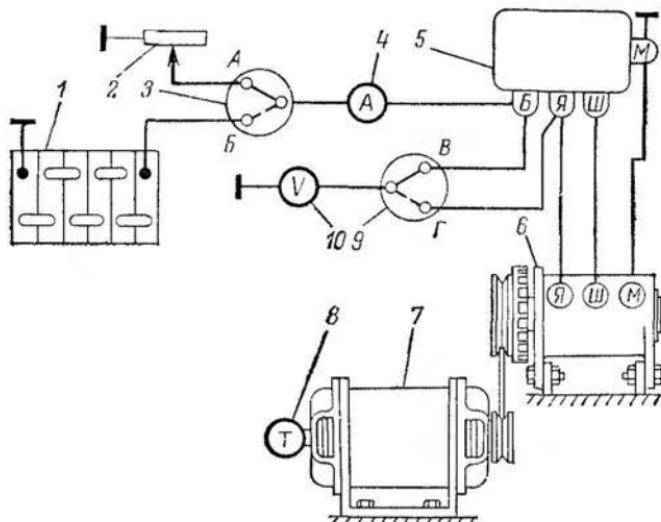

Рис. 135. Схема простейшего стенда для проверки реле-регулятора:
Схема простейшего стенда для проверки реле-регулятора показана на рис. 135.
**Регулировка реле обратного тока.** Установить реле-регулятор на стенд и подключить его согласно схеме, показанной на рис. 135.
**Регулировка регулятора напряжения.** Для регулировки перевести переключатель 3 (см. рис. 135) в положение  $A$ , а переключатель 9 в положение  $B$ . Повысить обороты якоря генератора до 3 000 об/мин. Реостатом 2 создать нагрузку 14 а.